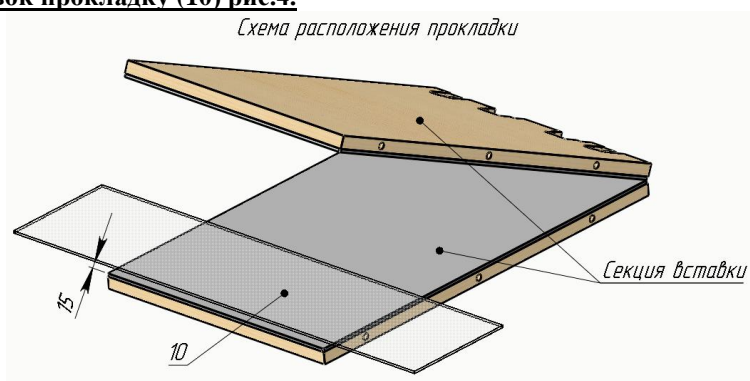

Рис.4
5. После выполнения п.4.1 установить заглушку (3) на верхнюю часть проф. трубы (7), отрегулировать устойчивое положение и горизонтальный уровень стола с помощью регулируемых опор внизу ног (2).
6. Для предотвращения разрушения стекла, при складывании поворотной вставки прокладывать между лицевой поверхностью секций вставок прокладку (10) рис.4.